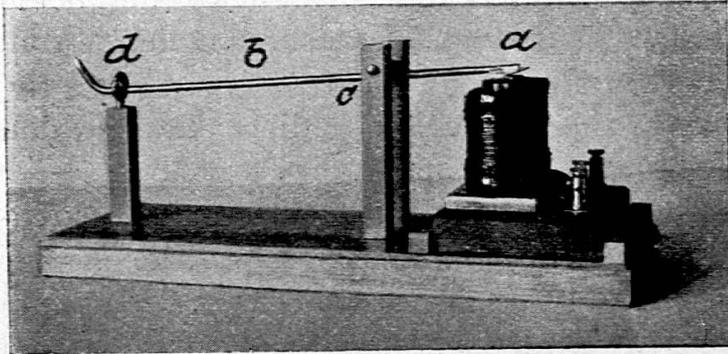

Fig. 27.
9. Gebt an, wie die Bewegungen des Ankers dazu verwendet werden könnten, um Zeichen zu geben. Beschreibt das Telegraphenmodell. (Fig. 27.)
werden, geschoben und befestigt. Nun wickelt man in 8 Lagen 0,7 mm dicken Draht auf. Die Bleiblechlappen werden über die Spulen gebogen und mit weichem Draht festgebunden. Siehe Fig. 27. Die Spulen können noch mit Schellack getränkt werden.